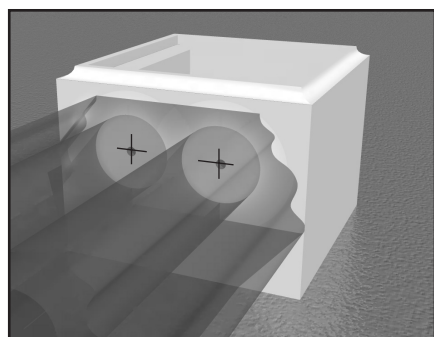

図 4B
B) この測定値を下枠が取付けられる親柱底部に移し（図 4B）、その位置にネジより少し大きめの13mm の穴をドリルであけます。